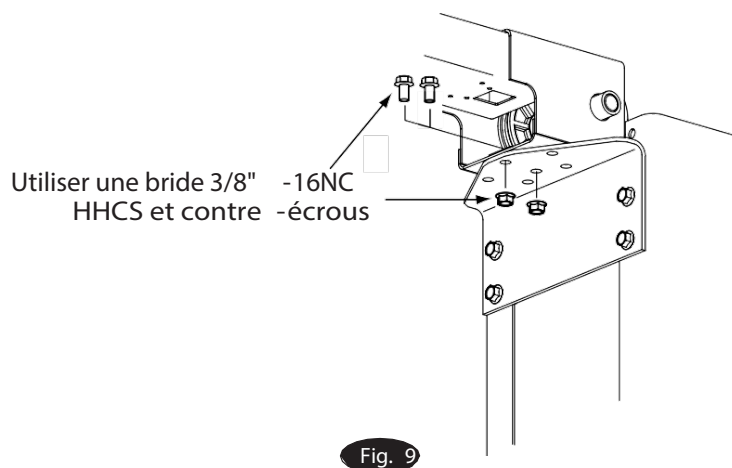

Fig. 9
Avec une échelle près de chaque colonne, deux personnes positionnent l'ensemble de la tête sur les supports de montage de la colonne et le fixent avec des HHCS à bride 3/8"-16NC x 3/4 » lg. Utiliser (2) contre-écrous à collerette de 3/8", Fig.9. Utiliser les trous du milieu. Serrer les boulons au centre de l'assemblage aérien.